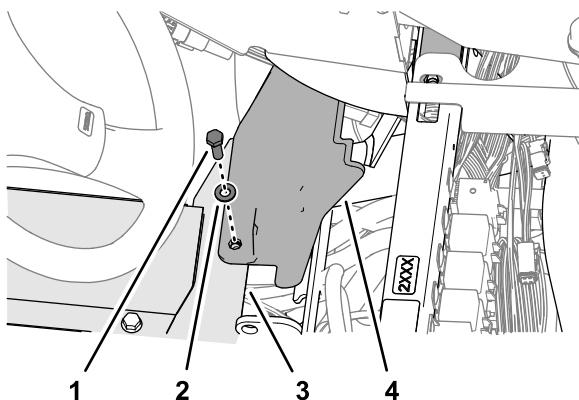

Figura 249
6. Alinee el orificio del guardabarros delantero derecho con el orificio del suelo de la plataforma (Figura 249), y sujete el guardabarros al suelo con un tornillo (5/16" x 1") y una arandela (5/16").